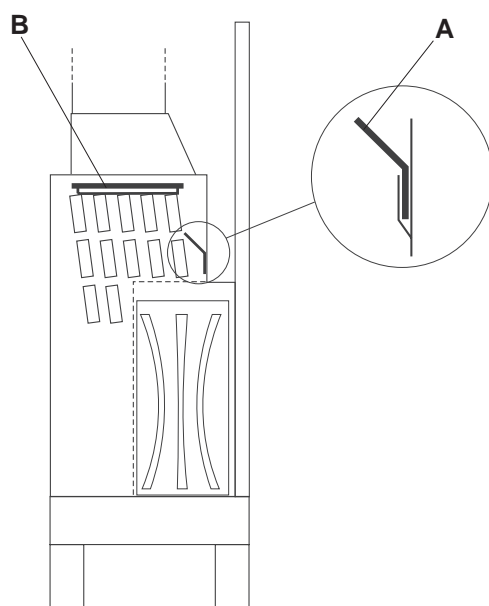

Fig. 7.4.1
- sollevate il **deflettore fumi** (Fig 7.4.1-A) inserendo le
- lift the **smoke diaphragm** (Fig. 7.4.1-A) putting your fingers inside the two holes, pull it out from its groove and then out between the fireplace's hood and the tube nest.
- the **tube deflector** (Fig. 7.4.1-B) is positioned horizontally above the tube nest. Take hold of the ends and pull it outwards and down, turning it gradually.
- die Finger in die beiden Löcher des **Rauchleiterblechs** (Abb. 7.4.1-A) stecken und das Blech aus der Einkerbung herausnehmen. Das Blech
- il **deflettore tubi** (Fig 7.4.1-B) è posizionato orizzontalmente sopra il fascio tubiero. Impugnalo alle estremità e sfilatelo verso l'esterno e in basso, ruotandolo gradualmente.
• das **Rauchleiterblech** (Abb. 7.4.1-B) befindet sich waagrecht über den Röhrenbündel. Das Blech an seinem Ende anfassen und nach unten herausziehen. Das Blech dabei nach und nach drehen.